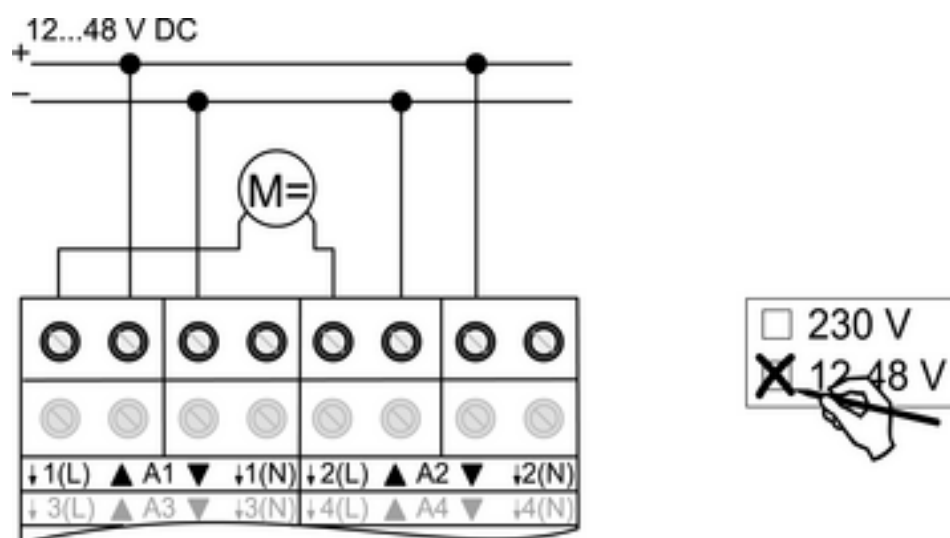

Figure 8
- Raccorder les moteurs (figure 8).
- Signaler l'utilisation **12-48 V** sur l'étiquette (figure 8).